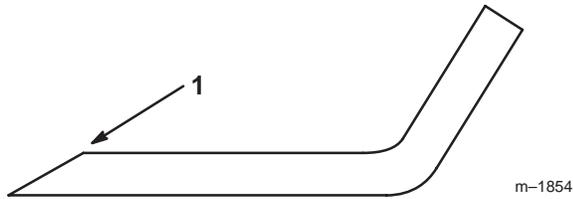

Figure 48
1. Au moyen d'une lime, aiguiser les tranchants aux deux extrémités de la lame (Fig. 48) en veillant à conserver l'angle de coupe d'origine. Limez la même quantité de métal sur chacun des deux tranchants pour ne pas déséquilibrer la lame.